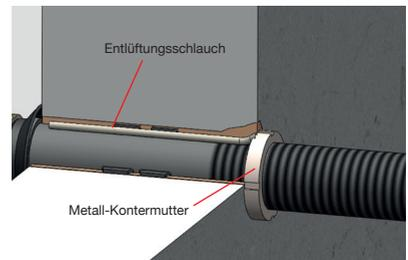

Abb. 6 Kürzung der Mauerdurchführung
- Nach dem Entfernen des Verguss-Sets gem. Abb. 6 eine Metall-Kontermutter (7) von der Kellerseite aus auf das überstehende Gewinde bis vor die Hauswand aufschrauben.